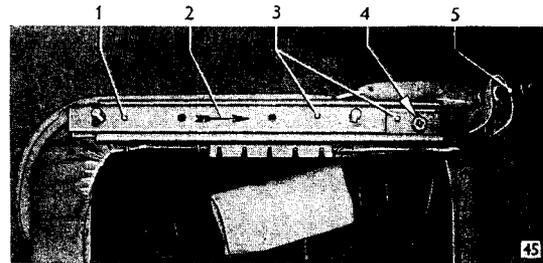

Bild 182 - Linke Sitzverstellsciene an Vordersitzbank
6. Beim Ersetzen einer Sitzverstellsciene ist zu beachten, daß diese im Ersatzteildienst nur als kompletter Zusammenbau lieferbar ist. Die linke bzw. rechte Sitzverstellsciene ist mit zwei Schrauben – Zahnscheiben – befestigt (Bild 182).